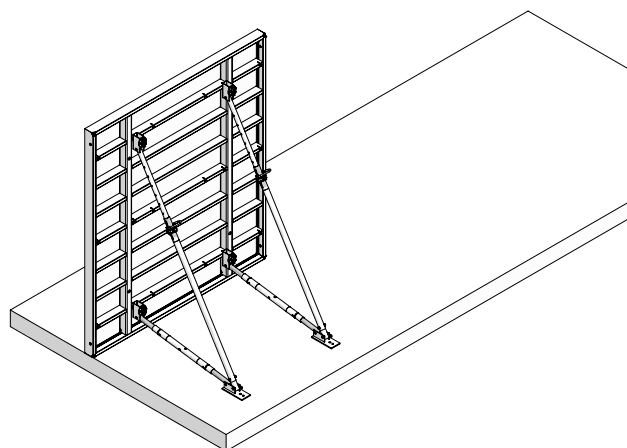

Fig. 5.1
2. Poser le premier panneau et le stabiliser à l'aide de 2 étais combinés TP, fixés au sol ou à un lest béton, pour prévenir tout risque de renversement (Fig. 5.1). La platine de pied doit être fixée solidement dans le sol ou au lest béton : dans la terre avec deux piquets d'ancrage, dans le béton avec deux goujons pour charges lourdes.